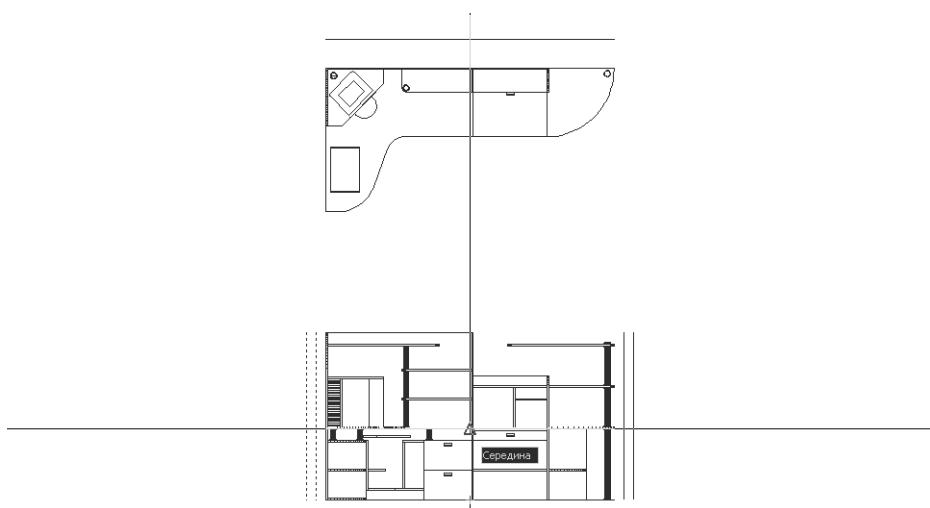

Рис. 10.6 ▼ Создание вспомогательных вертикальных линий на главном виде
6. Создайте зеркальное отображение двух полученных вертикальных линий относительно середины столешницы (рис. 10.6).